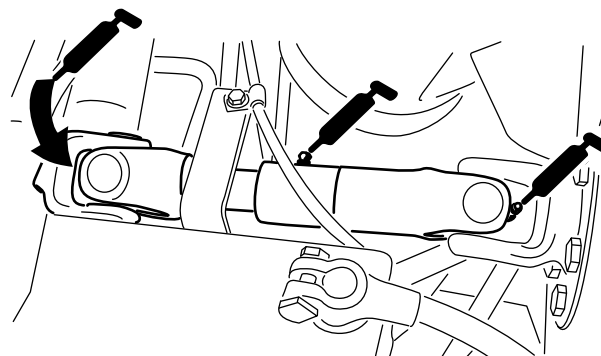

Bild 50
- U-Gelenk der Pumpenantriebswelle (3) (Bild 50)